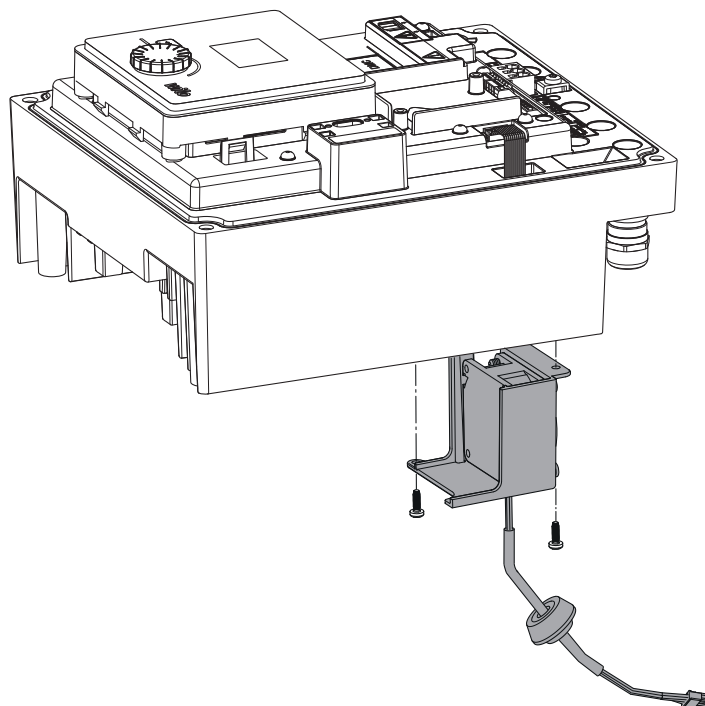

Fig. 45: Moduulituulettimen, kaapelin ja kumitiivisteen irrotus
- Avaa elektroniikkamoduulin kansi. (Fig. 45).